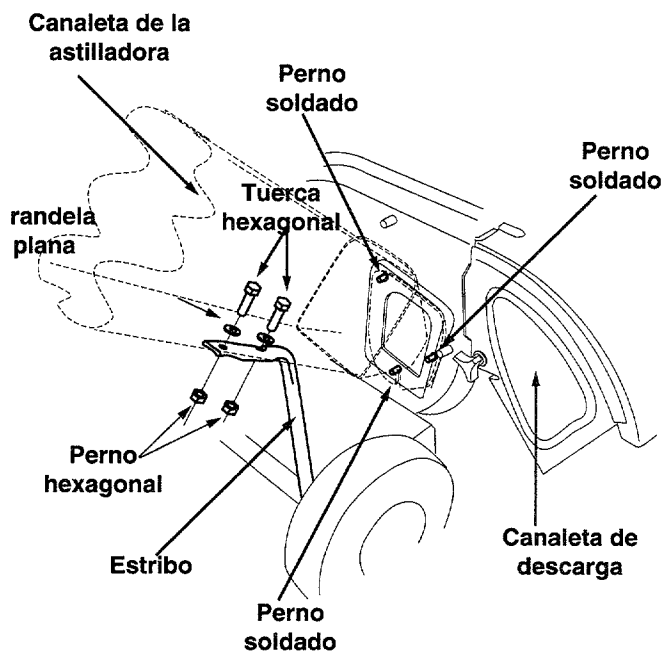

Figura 6
- Extraiga las tres arandelas acopadas y las tuercas hexagonales de los pernos soldados al lado de la abertura del lado izquierdo del armazón. Vea la figura 6.
- Coloque la canaleta de la astilladora sobre los pernos soldados de manera que la ranura en la canaleta esté orientada hacia el fondo. Alinee los tres orificios en la canaleta con los tres pernos soldados. Vea la figura 6.
- Alinee los orificios en la canaleta con los orificios en el estribo. Vea la figura 6.
- Inserte uno de cada uno de los pernos hexagonales, tuercas de seguridad y arandelas planas (que extrajo antes) a través de cada orificio en la canaleta y el estribo. Vea la figura 6 para el orden correcto. Ajuste los pernos.